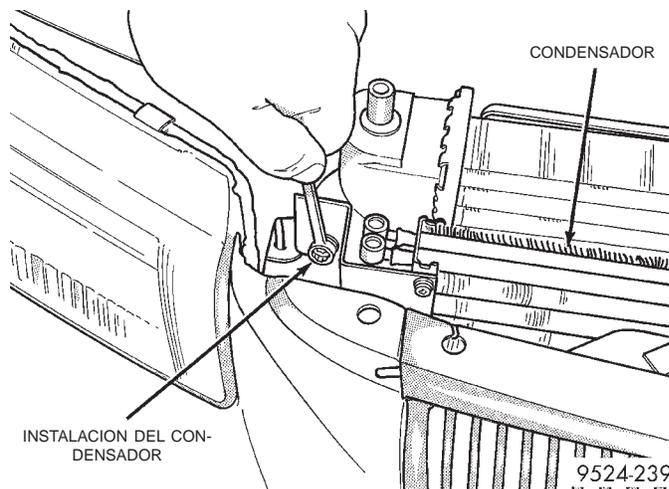

Fig. 26 Instalación del condensador
- (8) Retire los pernos de instalación del condensador (Fig. 26).